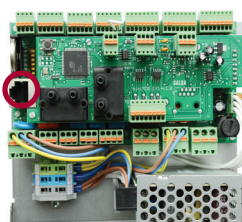

Figure 2
- utiliser le câble MCB muni des connexions RJ10 ↔ RJ45 (fourni), pour raccorder au dispositif de ventilation équipé de la carte de contrôle MCB ou miniMCB (Fig. 2, 3);